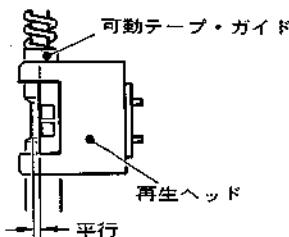

図14 再生ヘッドのあおり調整
- 再生ヘッドは、ヘッド前面と可動テープ・ガイドのテープ走行部とが平行になるよう調整。(図14)